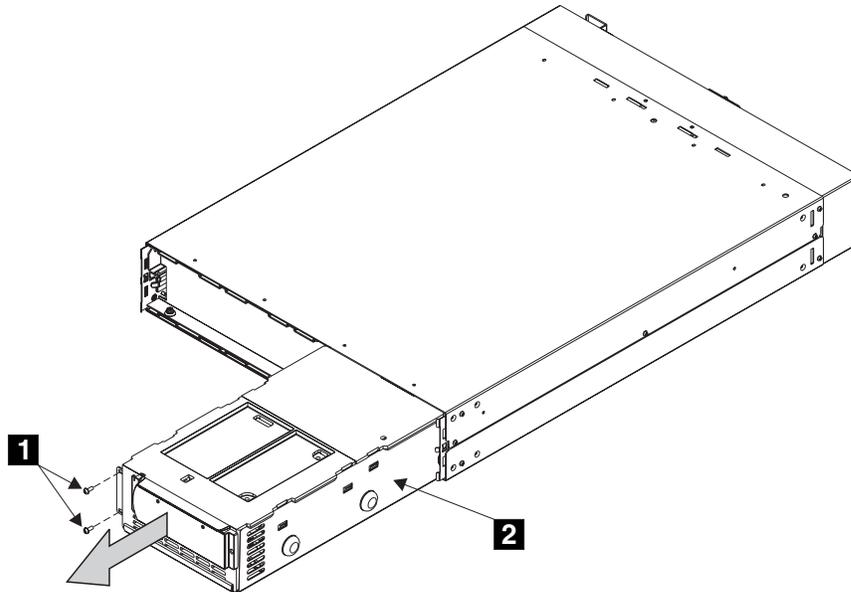

図 120. 無停電電源装置の電子部品アセンブリーの取り外し
- a. ねじ 2 個 **1** を取り外します (図 120 を参照)。